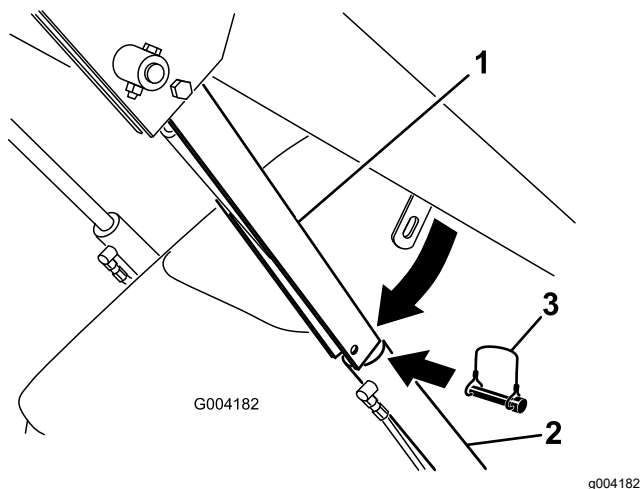

Figura 23
4. Rimuovere l'acciarino che assicura il blocco del cilindro al braccio carcatore (Figura 23).
5. Abbassare il blocco del cilindro sull'asta e fissatelo con l'acciarino (Figura 23).